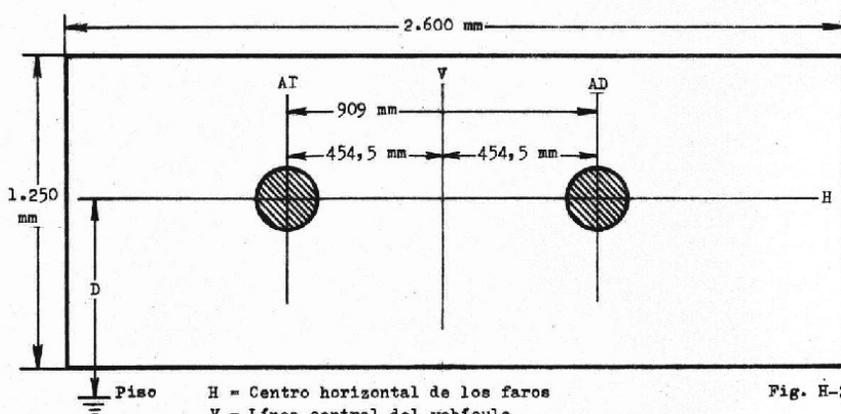

Fig. H-2
TORINO 380 (Ver Fig. h-2)
- Actuar sobre los tornillos de regulación de ambos faros auxiliares hasta lograr ubicar el centro del haz luminoso de cada faro sobre el punto representativo del centro de cada faro en la pantalla (Ver zona sombreada Fig. h-2).